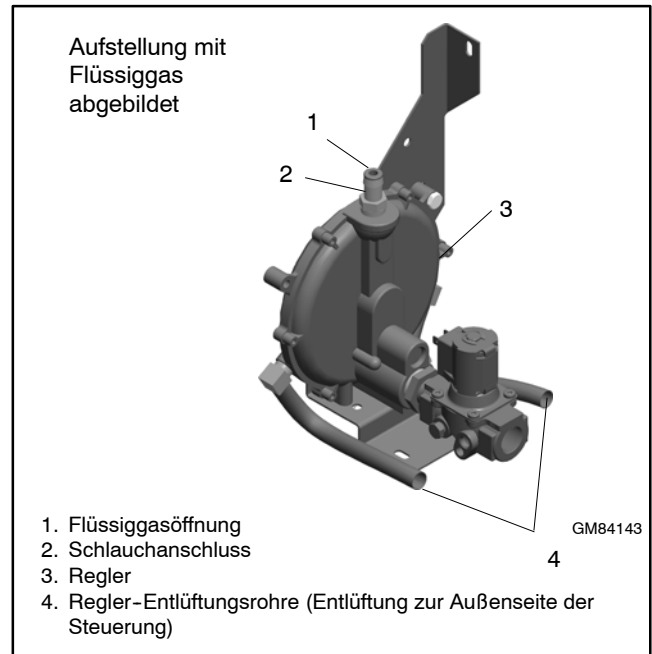

Abbildung 1-13 Treibstoffregler und Flüssiggasöffnung, 20RESA/RESAL
Für Flüssiggas wird eine Öffnung in der Treibstoffleitung verwendet. Das Aggregat wird gewöhnlich für Erdgasbetrieb ausgeliefert, wobei die lose Öffnung nahe des Treibstoff-Magnetventils festgebunden ist. Bei der Umstellung auf Flüssiggas muss die Flüssiggasöffnung eingebaut werden, wie unten beschrieben. Die Anordnung der Komponenten der Treibstoffanlage ist in Abbildung 1-13 dargestellt.
5. Die Schlauchschelle und den Treibstoffschlauch vom Schlauchanschluss entfernen. Siehe Abbildung 1-13.
6. Die Flüssiggasöffnung in den Schlauchanschluss einsetzen. Siehe Abbildung 1-13.